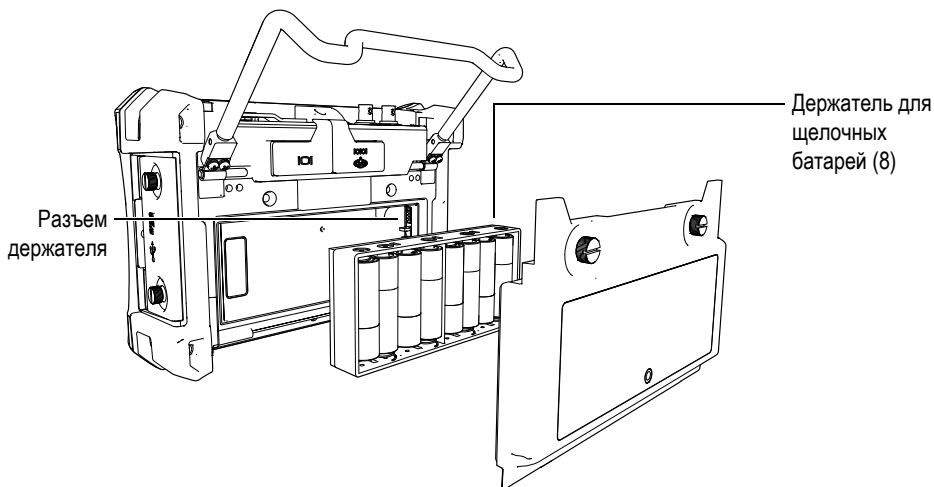

Рис. 1-11 Держатель щелочных батарей
6. Поместите контейнер для щелочных батарей в аккумуляторный отсек (см. Рис. 1-11 на стр. 27).